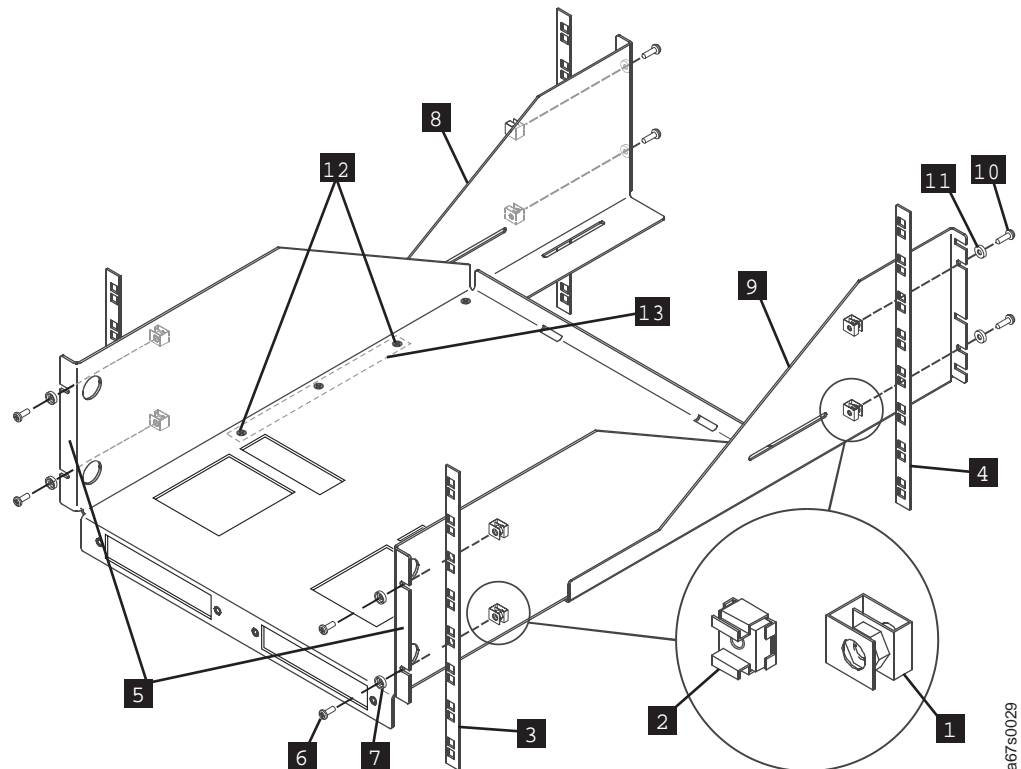

Abbildung 35. Gehäuseeinbaufach in Gehäuserahmen installieren
5. Installieren Sie auf jeder der vier vertikalen Schienen des Gehäuserahmens (in Abb. 35 auf Seite 109 werden die beiden vorderen Schienen **3** und die beiden hinteren Schienen **4** gezeigt) eine Klemm-Mutter **1** oder Käfigmutter **2** an der unteren Grenze.
In Abb. 35 werden sowohl die Klemm-Muttern als auch die Käfigmuttern gezeigt, aber es darf nur eine Art von Muttern installiert werden.